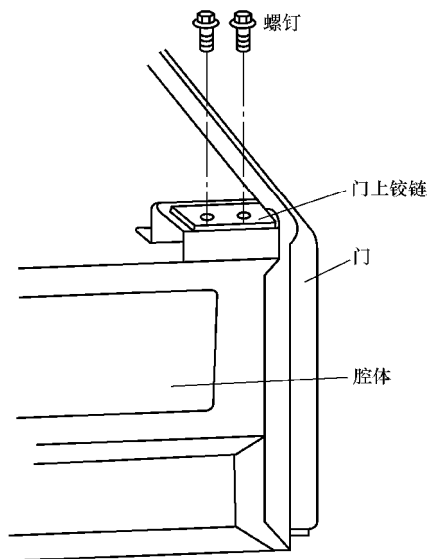
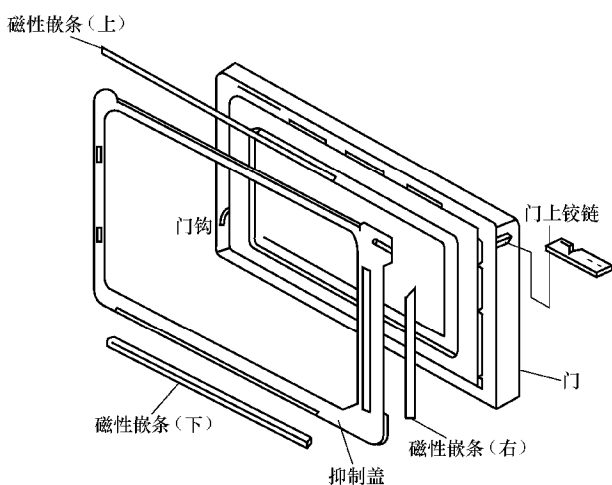
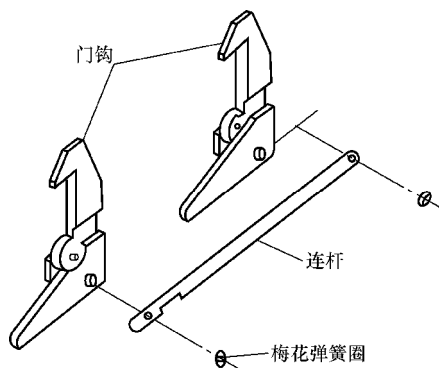
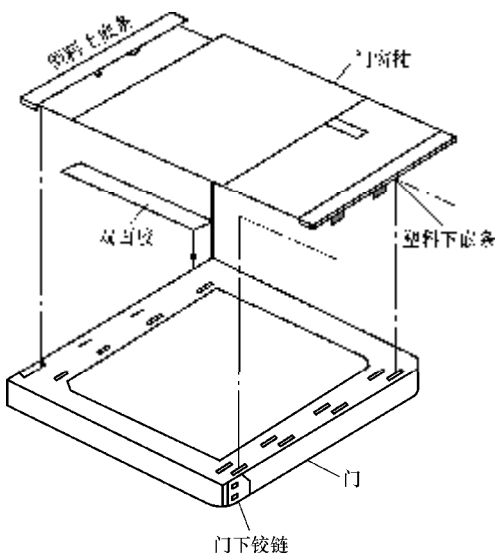

图 6-1-2 门上铰链拆示意图
图 6-1-3 门组件拆示意图
图 6-1-4 门钩组件拆示意图
图 6-1-5 门窗板拆示意图
打开微波炉外壳后，首先用套筒扳手将腔体左边上铰链处的 2 颗外六角螺钉松开，门铰链拆装示意图如图 6-1-2 所示，其次再按一下开门按钮，使门钩脱出。把上铰链随同门一起拉出腔体，取下门下铰链轴上的尼龙垫圈，然后再用小号“一”字螺钉旋具把抑制盖四周 16 只倒扎钩挑开，小心地取下抑制盖，把三边磁性嵌条拆下，门组件拆装示意图如图 6-1-3 所示。然后用尖嘴钳把门钩拉簧取下，再将门钩组件取下，仍然用小号“一”字螺钉旋具挑开门钩与连杆铆接的梅花弹簧圈，使两只门钩与连杆分开，门钩组件拆装示意图如图 6-1-4 所示。最后仍用“一”字螺钉旋具挑开门窗板上的塑料下嵌条及倒扎钩，取下塑料嵌条及门窗板，门窗板拆装示意图如图 6-1-5 所示。
(1) 把塑料下嵌条装入门下面，并压紧倒扎钩到位，再把门窗板插入塑料嵌条凹槽中，然后将塑料嵌条压紧门窗板，注意应使塑料倒扎钩到位。
(2) 将门钩与连杆用梅花弹簧圈连接，如图 6-1-4 所示。门钩与连杆间应是活动配合的。然后再将门钩组件装在门凹槽弯角件的两个孔中，再将拉簧一头钩在连杆小孔中，另一端用尖嘴钳钩住门凹槽一端开口处。
(3) 将磁性嵌条嵌入抑制盖 3 边，见图 6-1-3，然后把门上铰链钩入门上角孔中。